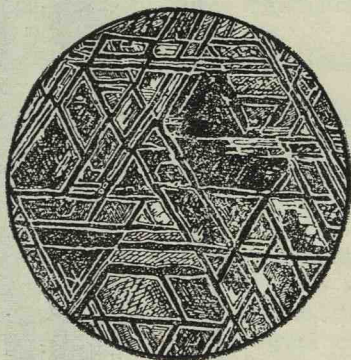

Fig. 198. Figurile lui Widmannstätten.
*Ferul meteoric* se găsește în *pietrele meteorice* amestecat cu nichel, cobalt, fosfor, sulf și carbon. Ferul meteoric se caracterizează prin *figurile lui Widmannstätten*. Acestea sunt formate din linii care se întretae, fig. 198, și se obțin cu acid azotic pus pe o față bine șlefuită de fer meteoric.